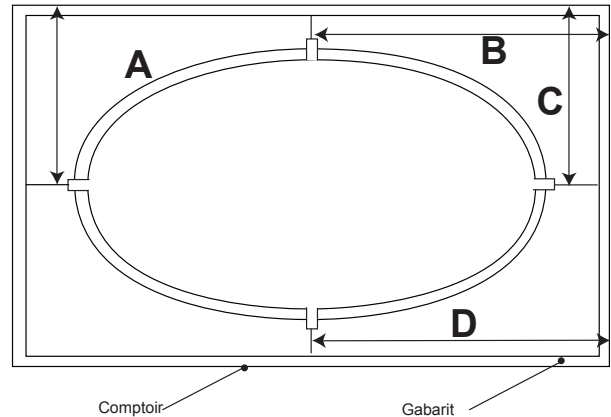

Figure 14 - mesure de la distance
- Mesurez la distance du mur ou d'un autre point fixe jusqu'aux lignes centrales (figure 14).